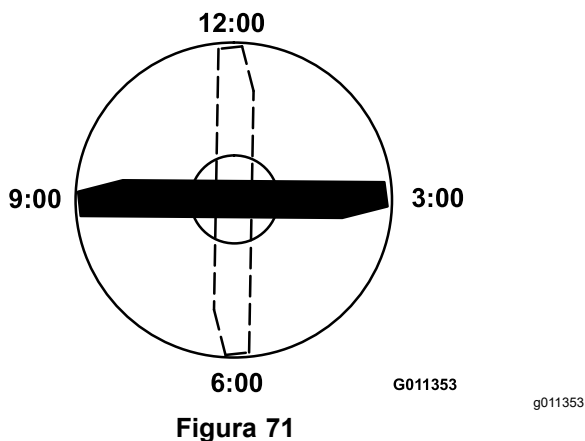

Figura 71
3. Poziționați marginea de tăiere a capătului marcat al lamei la poziția corespunzătoare orei 12 (drept înainte în direcția de cosire) și măsurați înălțimea de la masă la muchia de tăiere a lamei (Figura 71).
4. Rotiți capătul marcat al lamei în pozițiile corespunzătoare orei 3 și orei 9 și măsurați înălțimile (Figura 71).